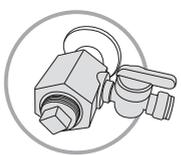

Figura 7
- 3- Rosqueie o conjunto adaptador ao ponto de água sem força excessiva (Figura 7). Use fita de vedação para evitar vazamentos.